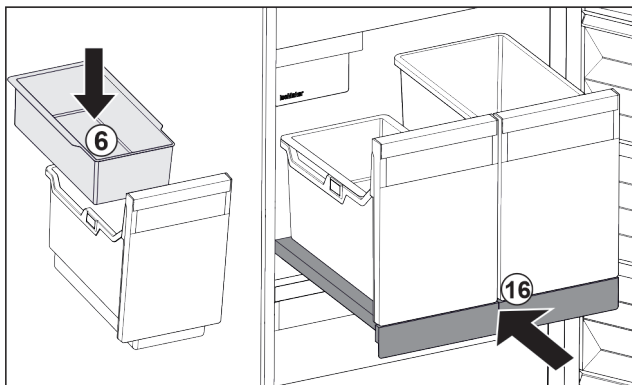

Fig. 111
- ▶ Sæt holderen i døren Fig. 111 (6) til isterninger i.
- ▶ Skub udtrækshylden med beholderne (IceTower) ind. Fig. 111 (16)